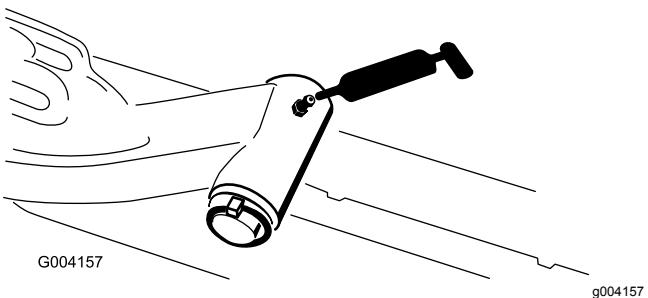

Bild 48
- Hubarmgelenkwelle (1 Stück) (Bild 48)